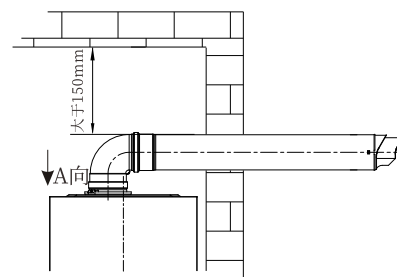

图3.6a
- (1) 同轴烟道的安装要严格按照CJJ12-99及其它相关标准操作，烟道出口位置与周围建筑物开口的距离选择也要符合其标准要求，如图3.6a所示。
- (2) 为防止同轴烟道上的排气孔和进气孔被堵塞，应将同轴烟道伸出墙外。
- (3) 同轴烟道安装接触或穿过房屋墙壁的管道时，相对环境的表面温升应小于等于60K，当该温升超过60K时，应在同轴烟道通过易燃材料组成的墙体时；必须覆盖厚度在20mm以上的不燃耐高温材料围护，确保墙体表面温升小于等于60K。
- (4) 同轴烟道与其穿过的墙壁上的圆孔之间的间隙，不得用水泥类东西填充，请使用随机附件的烟道法兰密封，否则不利于维修操作。
- (5) 同轴烟道的外表面应与上面的建筑物相距45mm以上。
- (6) 若使用加长管，所有的接口处必须密封，不得使废气漏入室内。
- (7) 烟道口位置必须位于不会造成公害的地方。